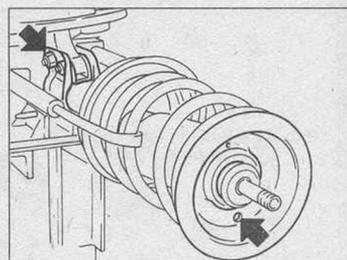

Рис. 10.5 Правильное положение передней верхней опоры цилиндрической пружины (Глава 4)
- 16 Поместите прокладку ограничителя на стержне поршня вогнутой накладкой вниз, затем разместите верхнюю опору на цилиндрической пружине. Отверстие в верхней опоре должно быть на противоположной стороне от поворотного кулака (Рис. 10.5).